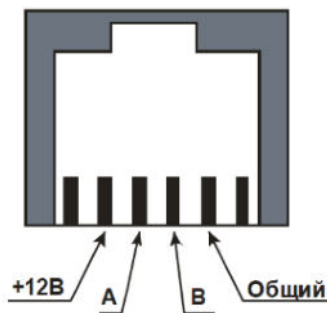

Рис.3. Назначение выводов разъема интерфейса RS-485.
3.3. Назначение выводов разъема 2 показано на рис.3. Линии питания с разъемов 1 и 2 (рис.1) объединены внутри Узла беспроводной сети. Если в разъем 1 (рис.1) включен источник питания, то линию +12В разъема 2 (рис.1) можно использовать для питания сегмента проводной сети, подключаемого с использованием данного Узла беспроводной сети.